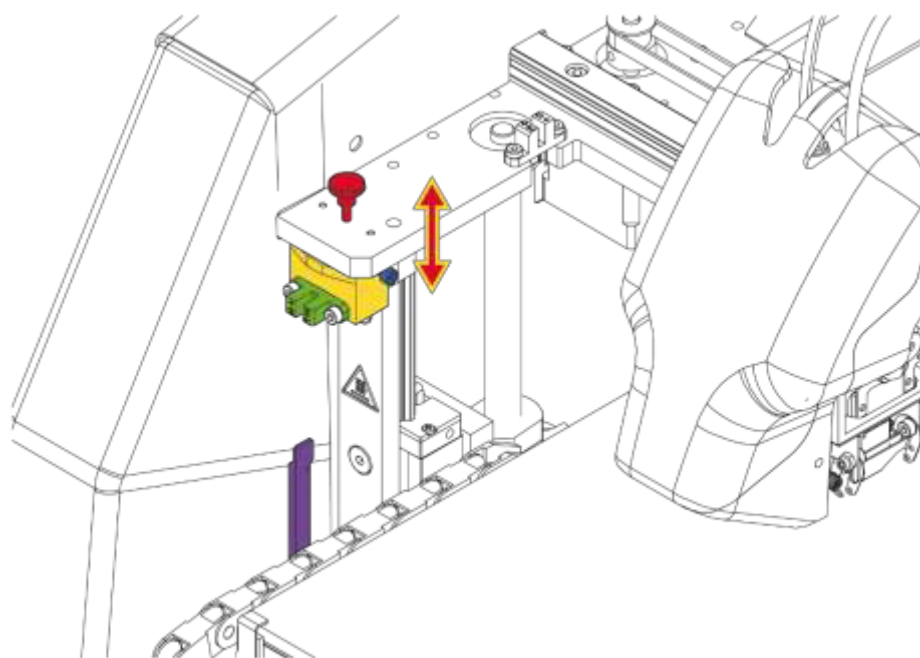

Рис. 37 Ручная корректировка расстояния между нагревательным столом и форсункой T0
ВНИМАНИЕ: Следует внимательно следить за перемещением по всем осям. Когда прерыватель по оси Z (рис. 37, фиолетовый цвет) достигает уровня концевого упора по оси Z (рис. 37, зеленый цвет) и останавливается, необходимо проверить расстояние между соплом T0 и нагревательным столом с помощью измерительного калибра. Расстояние должно составлять около 0,8-1,5 мм. Если расстояние больше, сканирование нагревательного стола может быть прервано и может появиться сообщение об ошибке: «Heatbed scan aborted» (Сканирование нагревательного стола прервано).
- b) Ослабить зажимной болт (рис. 37, синий цвет), блокирующий ползун (рис. 37, желтый цвет).
- c) Отрегулировать расстояние с помощью винта с накатанной головкой (рис. 37, красный цвет). Затянуть винт с накатанной головкой, чтобы опустить ползун и увеличить расстояние между соплом и нагревательным столом. Отвернуть винт с накатанной головкой, чтобы поднять ползун и приблизить сопло к нагревательному столу (рис. 37 красно-желтая стрелка).